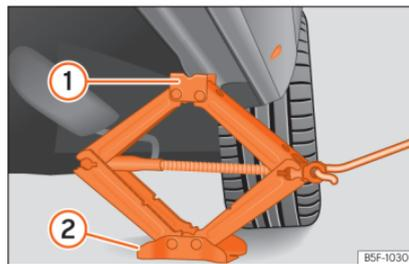

Abb. 46 Längsholm: Wagenheber ansetzen.
- Wagenheber unter den Aufnahmepunkt am Längsträger stellen und so weit hochdrehen, bis sich die Klaue ① »» **Abb. 46** unter der vorgesehenen Aufnahme befindet.
- Wagenheber so ausrichten, dass die Klaue ① die vorgesehene Aufnahme am Längsträger „umfasst“ und der Wagenheberfuss ② mit der ganzen Fläche sicher auf dem Boden steht. Die Bodenplatte ② muss sich dabei senkrecht unter dem Aufnahmepunkt ① befinden.